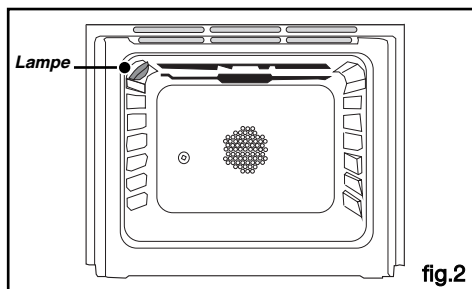

fig.2
• Grille sécurité anti-basculement (fig.2)
- Desserrez les vis du serre-câble (fig.2).
- Introduisez le câble d'alimentation par le côté du capot et dans le serre-câble situé à droite du bornier. (Reportez-vous au tableau de la page précédente pour le choix de la section du câble) (fig.2).
A l'intérieur du four (fig. 2) :